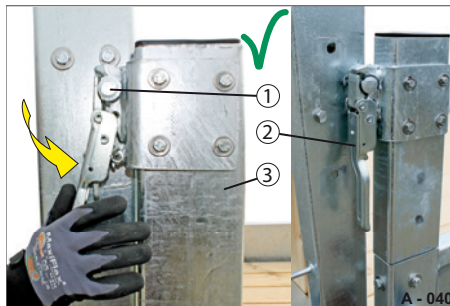

Abb. 42 Auffahrampe, sichern
- ▶ Schieben Sie die Auffahrampe ggf. nach außen zu der Eckrunge (Abb. 42/3).
- ▶ Setzen Sie den Zapfen (Abb. 42/1) an der Auffahrampe in den Sicherungsverchluss (Abb. 42/2) ein.